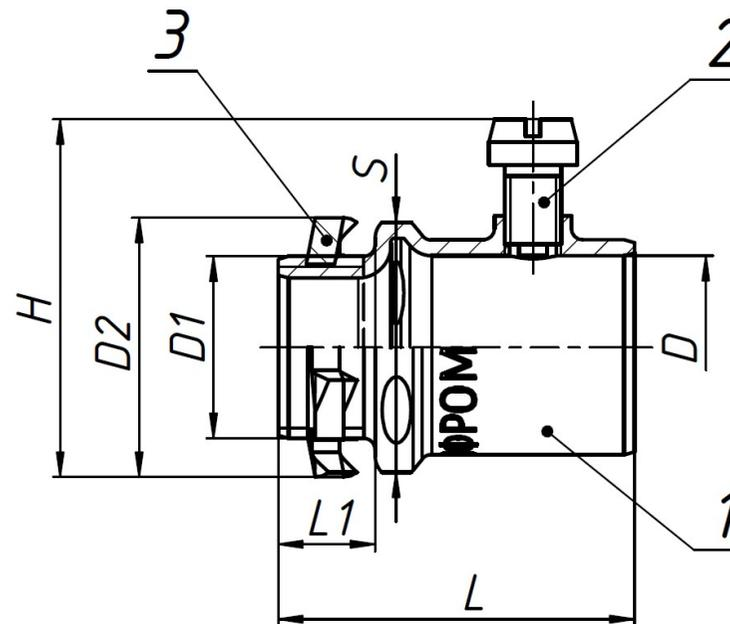

Рисунок 1 - Муфта вводная IP40 ГОФРОМАТИК
Муфта вводная IP40 ГОФРОМАТИК состоит из: корпуса (1), винта установочного (2) (два винта установочных-для диаметра $\varnothing=40$ мм и более) и гайки установочной заземляющей (3) (см. рисунок 1).